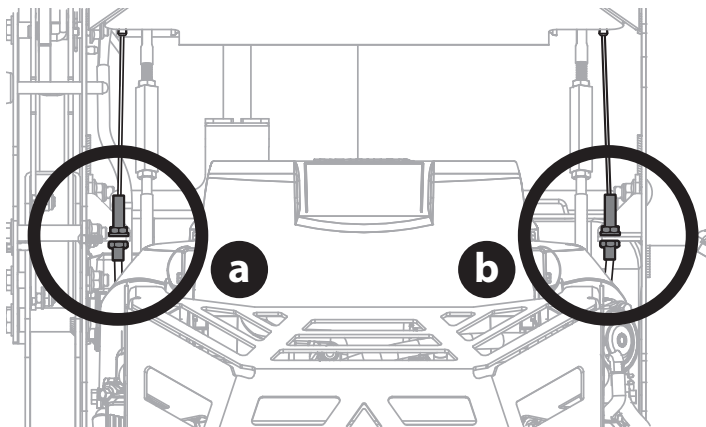

Fig. 23
2. Ubique el cable del freno de estacionamiento dentro del lado derecho (a) de la torre de control (Fig. 23).
6. Repita lo mismo con el cable del freno de estacionamiento en el lado izquierdo (b) de la torre de control (Fig. 23).
7. Pruebe el freno de estacionamiento tirando de la palanca del freno de estacionamiento hasta la posición de accionado (ON) y luego intentando mover los neumáticos traseros izquierdo y derecho con la mano. Si los neumáticos no se mueven, significa que el ajuste es correcto.